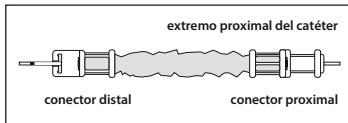

Figura 4
- Introduzca la punta del catéter deseado a través del extremo proximal del protector contra contaminación del catéter. Haga avanzar el catéter a través del tubo y el conector del otro extremo (consulte la figura 4).